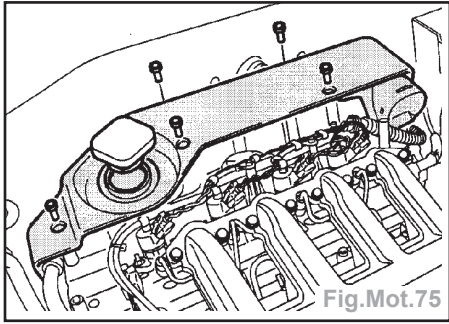

Fig.Mot.75
- Pour déposer uniquement l'injecteur n°1, enlever le bouchon de remplissage d'huile, les 5 vis et le couvercle du filtre à air (Fig.Mot.75).